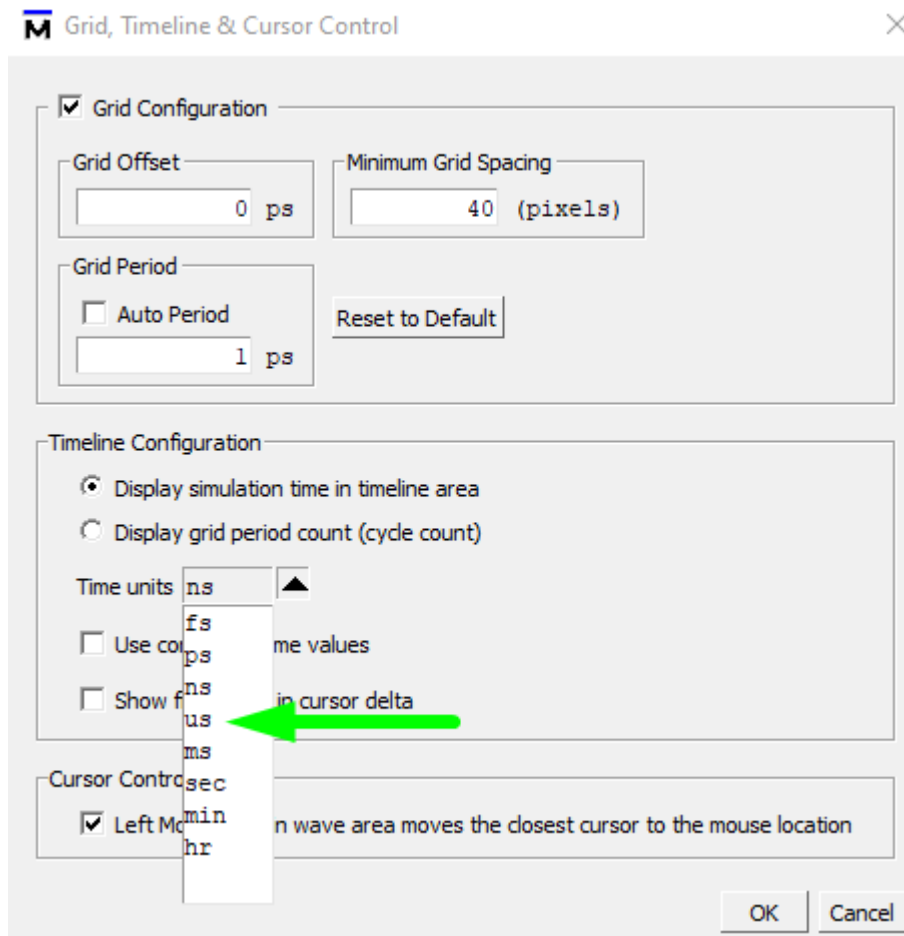

Figure 22
- В окне Grid, Timeline & Cursor Control, выберите us (или...) как Time Units (Figure 22).